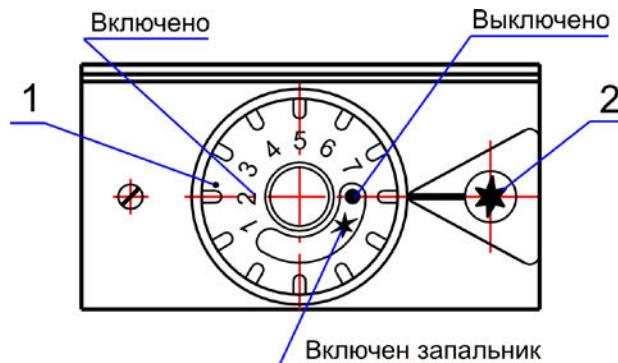
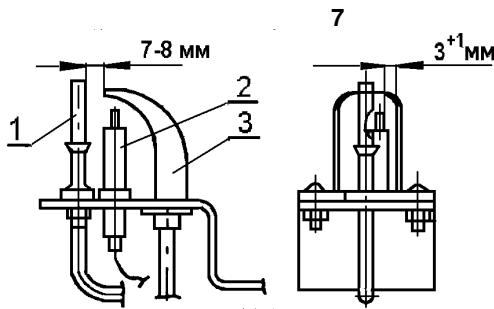

Рис.2 Блок автоматики
Рис.3 Устройство запальное
4.4. Установка требуемой температуры воды производится ручкой управления 1 (Рис.2) от 30°C до 90°C , а ее контроль выполняется по термометру. Температура горячей воды в системе ГВС при ее заборе не должна превышать 60°C .
4.6. Устройство запальное Рис.3 предназначено для крепления запальника, термопары, свечи зажигания и розжига основной горелки.
- вращать ручку управления 1 (Рис.2) без надобности;
- настраивать ручку управления 1 (Рис.2) на температуру воды выше 90°C ;
- ручку управления 1 (Рис.2) с помощью ключей, плоскогубцев и других инструментов;
6.12. Проверьте работу пьезорозжига. При нажатии на кнопку пьезорозжига 2 (Рис.2) должна проскакивать искра между электродом свечи 2 (Рис.3) и запальником 3 (Рис.3).
6.15. Установите ручку управления 1 (Рис.2) блока автоматики в положение «Выключено» ● .
ручку управления 1 (Рис.2) по часовой стрелке в положение «Включен запальник» *